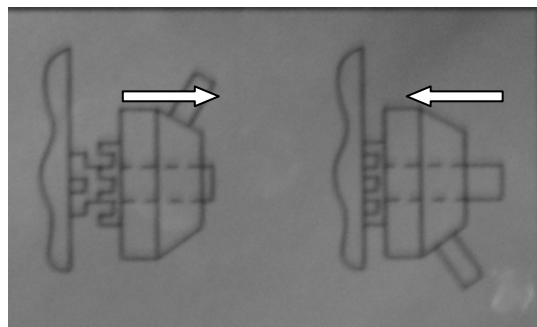

Рис. 12
Точное перемещение фрезерной головки осуществляется вращением маховика микроподачи (2), при подключенной полумуфте когда рукоятки вертикальной подачи (3) сдвинуты к фрезерной головке (см. Рис. 12).